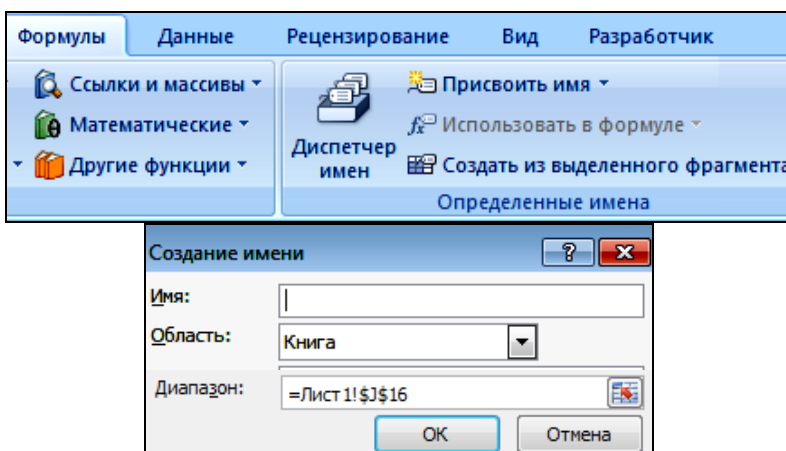

Рис. 1.4. Создание имени для диапазона ячеек
4. В поле *Диапазон* указать выделенные на листе ячейки (рис. 1.4).